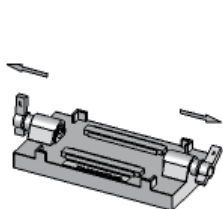
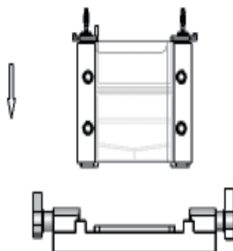
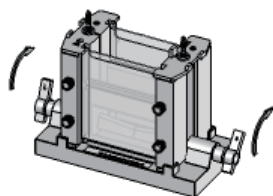

图4. 将制胶架凸轮往两边拉开
图5. 本体放入制胶架
图6. 插入并旋紧凸轮
- 将斜凸轮制胶器往两边拉开（图4），将本体放入制胶器中（图5），插入并旋紧凸轮使其玻板底部压紧密封制胶架的密封胶条（图6），即可灌胶。